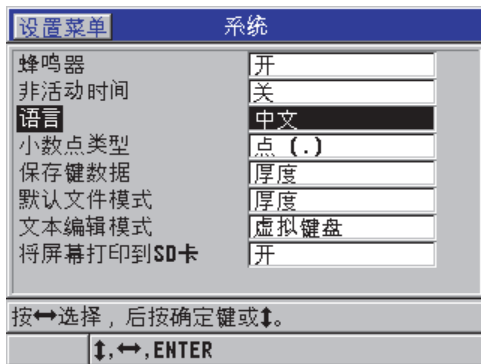

图 4-1 系统屏幕
2. 在**系统**屏幕中（参见第 44 页的图 4-1）：